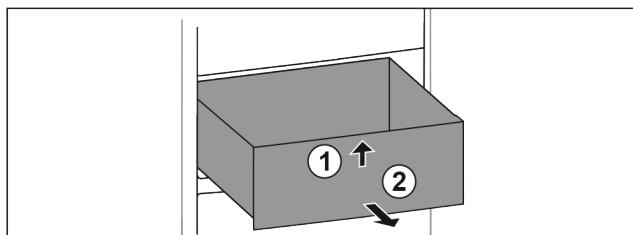

Fig. 112
- Unieść szufladę z przodu. Fig. 112 (1)
- Wyjąć szufladę do przodu. Fig. 112 (2)